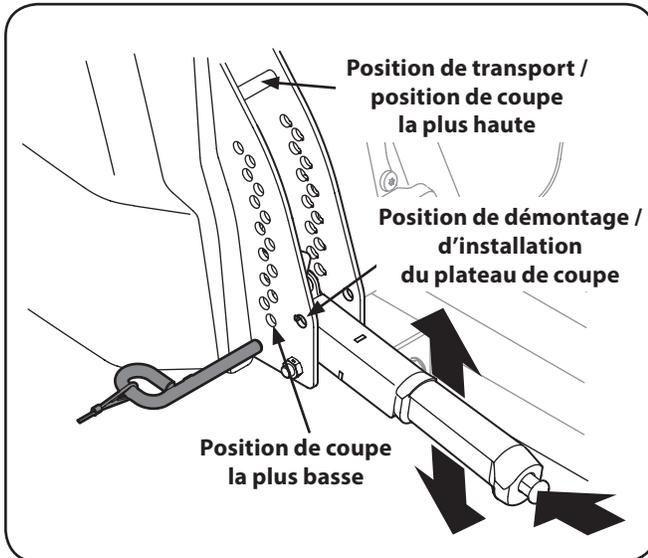

Figure 7-3
- a. Utilisez le levier de relevage du plateau de coupe pour relever le plateau de coupe à la position qui placera la courroie à la position la plus horizontale entre les poulies de tension et la poulie de la prise de force sous le moteur. Voir Figure 7-3.
- d. À l'aide du levier de relevage, abaissez le plateau de coupe à la position de démontage / d'installation du plateau de coupe (🔻). Voir Figure 7-3.
- e. À l'aide du levier de relevage, abaissez le plateau de coupe à la position de démontage / d'installation du plateau de coupe (🔻). Voir Figure 7-3.